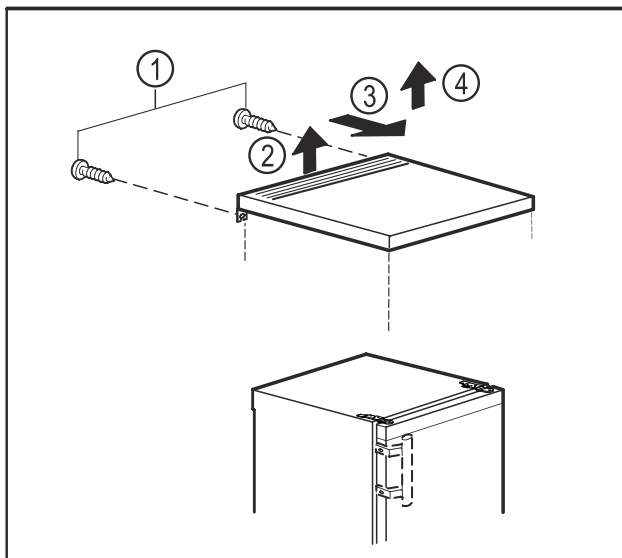

Fig. 9
- Rimuovere le viti sul retro. Fig. 9 (1)
- Sollevare il piano del tavolo dal retro. Fig. 9 (2)
- Spostare il piano del tavolo in avanti. Fig. 9 (3)
- Sollevare e prelevare il piano del tavolo. Fig. 9 (4)